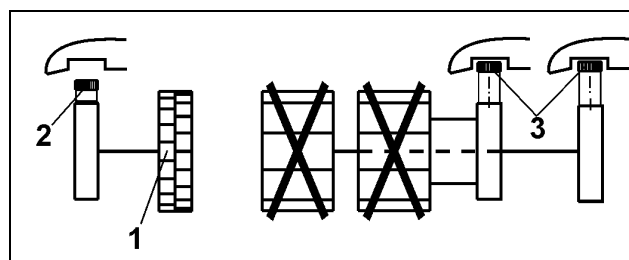

Fig. 63
Pour semer avec la roue distributrice fines graines (Fig. 63/1)
- Vissez la molette (Fig. 63/2) de la roue distributrice fines graines
- Dévissez les molettes (Fig. 63/3) des deux roues distributrices principales.